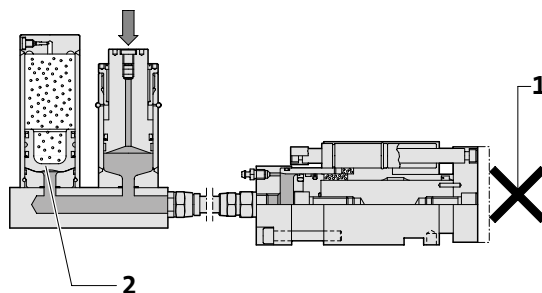

Figure 6:
4.2 Fonction de sécurité (fig. 6)
Quand la course de travail du cylindre récepteur est bloquée dans la presse (1), un soulèvement du piston a lieu dans l'accumulateur hydraulique de pression (2). L'huile est refoulée dans l'accumulateur hydraulique, ce qui empêche une surpression dans le système (fig. 6).